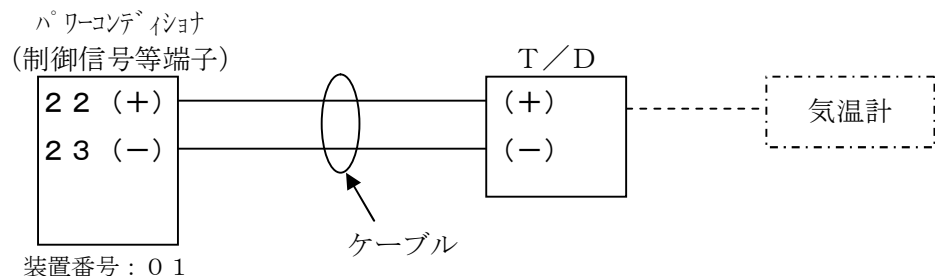

図10.7 気温用トランスデューサ配線方法
- ・気温計の信号を信号変換器（トランスデューサ：T/D）により信号変換したアナログ信号（DC 4～20 mA）配線をパワーコンディショナの気温端子（22－23）に接続してください（図10.7参照）。